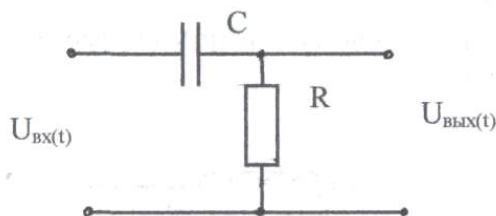

Рис.3. Звено на основе RC – цепи
Для заданной RC – цепи (рис.3) получить дифференциальное уравнение и передаточную функцию.
1. Получаем передаточную функцию для RC-цепи (рис.3)